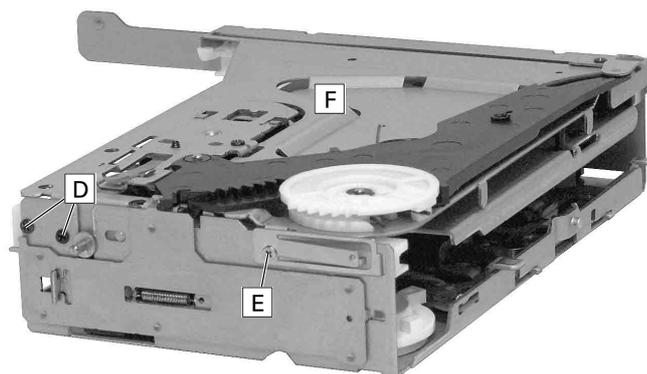

Fig. 16
- 6 Schrauben **D** (Fig. 16 und 17) und Schraube **E** (Fig. 16) heraus-schrauben und das Oberteil **F** abnehmen.